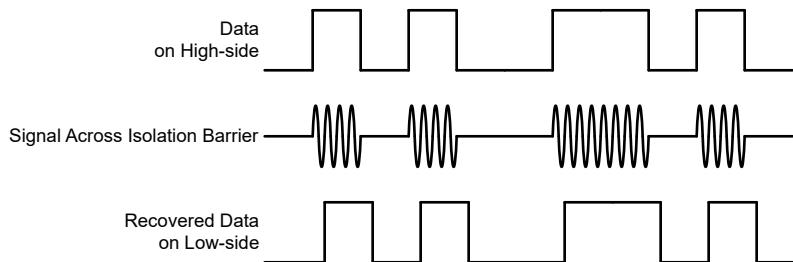

図 6-4. OOK ベースの変調方式
AMC23C14 は、 SiO_2 ベースの絶縁バリア越しにコンパレータの出力状態を送信するため、図 6-4 に示すオン / オフ キーリング (OOK) 変調方式を採用しています。「機能ブロック図」に示す送信ドライバ (TX) は、デジタル 1 を表すために内部で生成された高周波キャリアを絶縁バリア越しに送信します。デジタル 0 を表す信号は送りません。